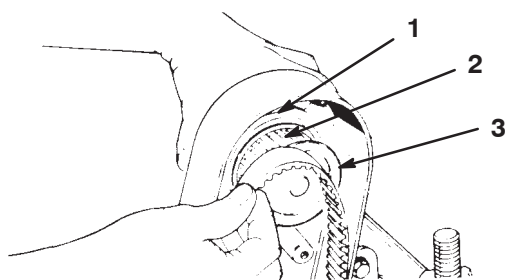

Figure 11
**Remarque :** Vérifiez si les vis de la poulie de moteur sont bien serrées sur l'arbre du moteur avant de monter le moteur sur le plateau de coupe (Fig. 11).
3. Insérez la poulie du moteur d'entraînement du cylindre dans le boîtier et passez la courroie sur la poulie (Fig. 11).